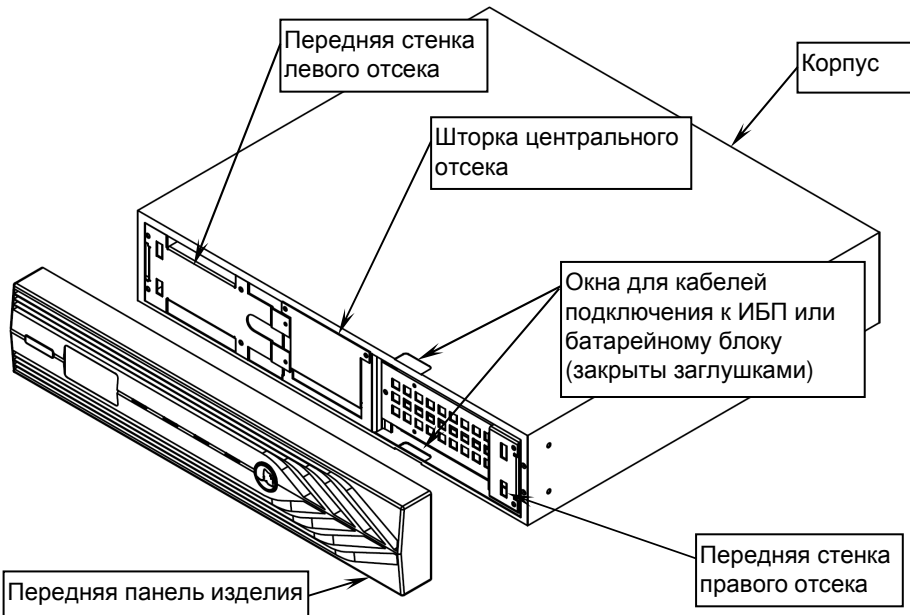

Рисунок 1 – Общий вид изделия при снятой передней панели
- Снимите переднюю панель изделия, потянув ее на себя и освободите от заглушки верхнее окно для прокладки кабеля ББ (см. рисунок 1).